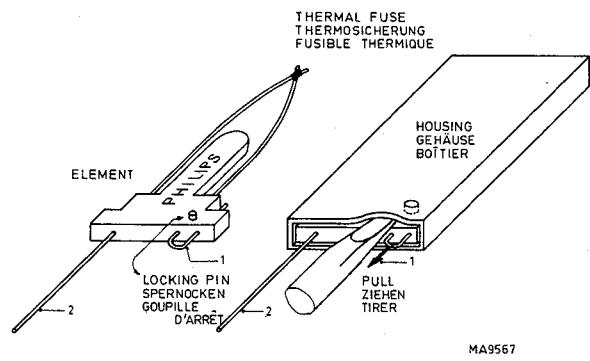

Abb. 2.9. Ersatz der Thermosicherung
- defekte Sicherung entfernen; dazu ist der Sperrnocken freizulegen, indem man das in Trafowickel enthaltene Gehäuse der Thermosicherung an der Stirnseite etwas auswärts biegt (Abb. 2.9.).
| Fig. 2.9 | Fuse replacement | 25 |